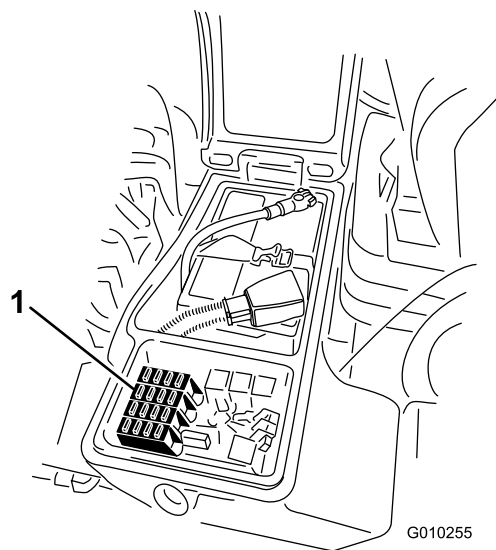
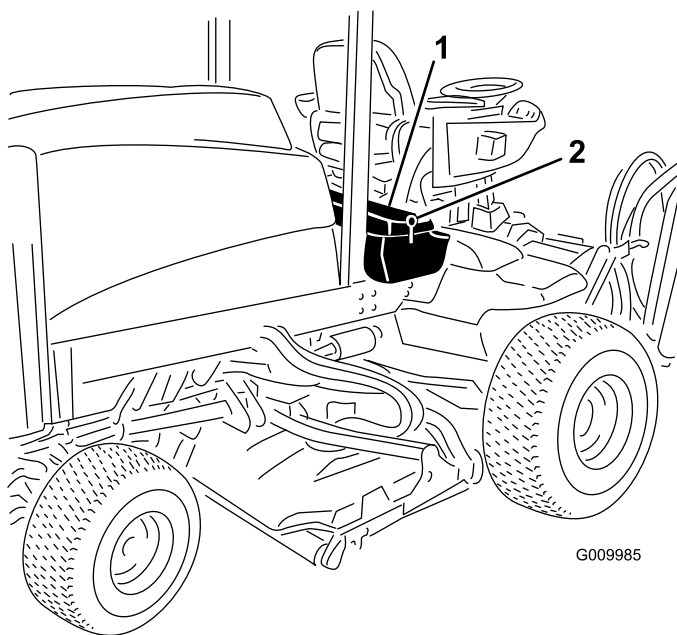

Figura 96
Figura 95
1. Afloje el enganche de la cubierta de la caja de almacenamiento derecha y eleve la cubierta (Figura 95) para exponer el bloque de fusibles (Figura 96).
3. Cierre la cubierta de la caja de almacenamiento derecha y fíjela con el enganche (Figura 95).
2. Sustituya el fusible o los fusibles abiertos tal y como sea necesario (Figura 96).